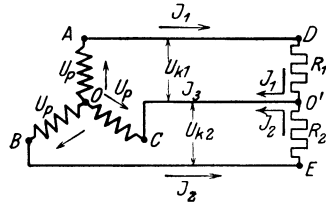

Abb. 182. Schaltbild zu Aufgabe 265.
**265.** Die beiden induktionsfreien Widerstände  $R_1 = 10 [15] \Omega$  und  $R_2 = 15 [10] \Omega$  sind, wie Abb. 182 zeigt, mit den drei Klemmen  $ABC$  eines Drehstromgenerators verbunden, der in jeder Phase eine Spannung von  $80 [127] \text{ V}$  erzeugt.
Zu b): Die Abb. 182 zeigt, daß in der Leitung  $\overline{CO'}$  die geometrische Summe aus  $J_1$  und  $J_2$  fließt, wobei die Ströme denselben